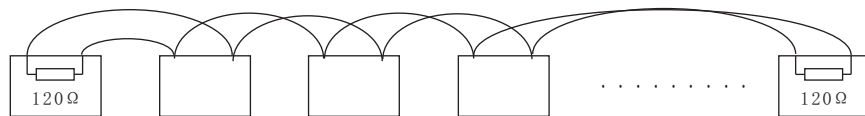
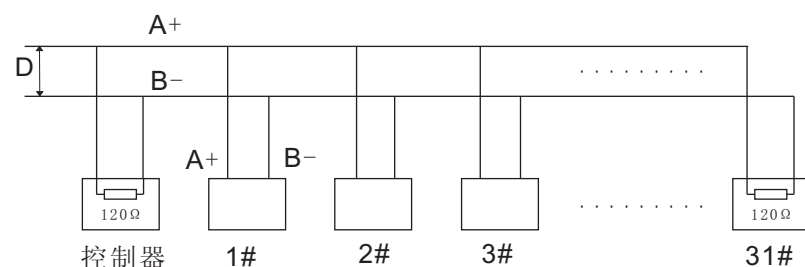

图6
图7
A) RS485工业总线标准要求各设备之间采用菊花链式连接方式，两头必须接有 120Ω 终端电阻。如图6简化连接可采用图7，但“D”段距离不得超过7米